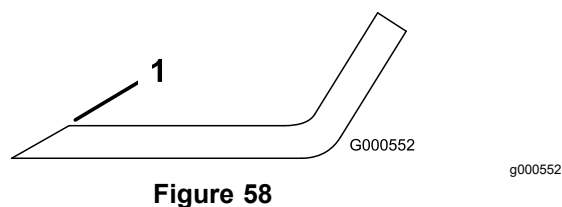

Figure 58
1. Au moyen d'une lime, aiguissez les tranchants aux deux extrémités de la lame (Figure 58).
**Remarque:** Si la lame est déséquilibrée, limez un peu l'extrémité de l'ailette seulement (Figure 58).